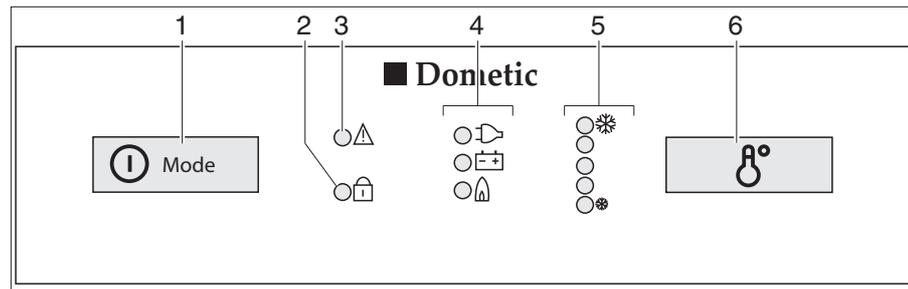

Fig. 323 Boutons de commande pour le réfrigérateur (Dometic Série 8 avec SMSE)
- Appuyer sur le commutateur/sélecteur de source d'énergie (Fig. 323,1) pendant 2 secondes pour mettre l'appareil en marche. La DEL du dernier mode de fonctionnement sélectionné s'allume.
- Si nécessaire, appuyer brièvement plusieurs fois sur le commutateur/sélecteur de source d'énergie (Fig. 323,1) jusqu'à ce que le voyant de contrôle gaz "  " s'allume. L'arrivée de gaz est ouverte. L'allumage s'effectue de manière automatique. Un tic-tac est distinctement perceptible jusqu'à ce que la procédure d'allumage soit effectuée avec succès.
- Régler la température de réfrigération avec l'interrupteur réglage de la température (Fig. 323,6).
- Si nécessaire, appuyer brièvement plusieurs fois sur le commutateur/sélecteur de source d'énergie (Fig. 323,1) jusqu'à ce que le voyant de contrôle 230 V "⚡" s'allume.
- Si nécessaire, appuyer brièvement plusieurs fois sur le commutateur/sélecteur de source d'énergie (Fig. 323,1) jusqu'à ce que le voyant de contrôle 12 V "⊖" s'allume.